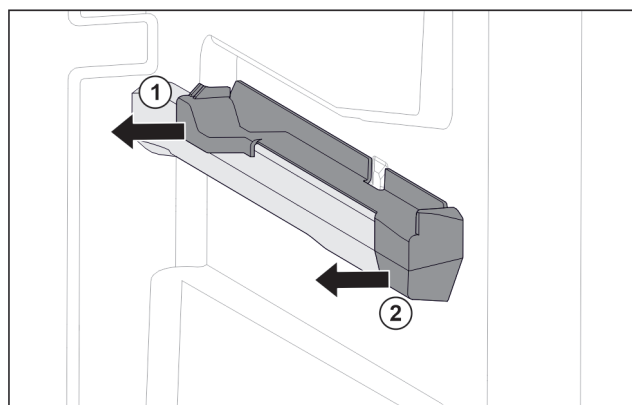

Fig. 101 Élément emboîtable sur la nervure de récipient droite
- Le retirer sur le côté par l'arrière. *Fig. 101 (1)*
- Le retirer sur le côté par l'avant. *Fig. 101 (2)*